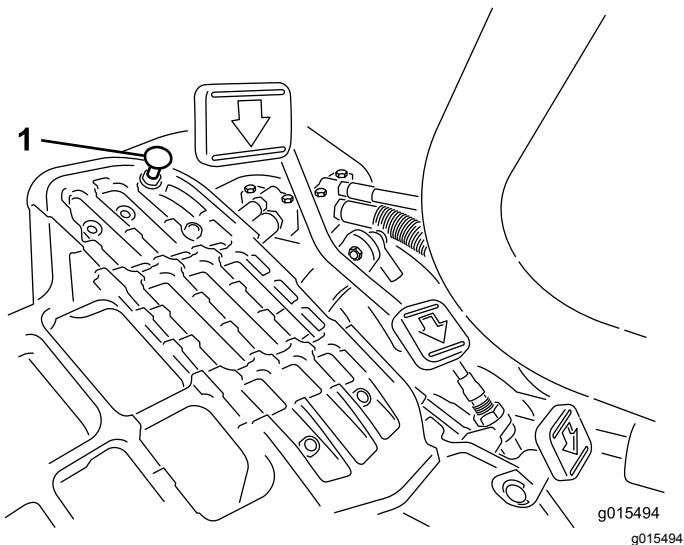

Bild 33
(Bild 33), bevor das Kabel gespannt ist, führen Sie folgende Einstellungsschritte aus:
1. Stellen Sie den Funktionsschalthebel in die TRANSPORT-Stellung lösen Sie die Sicherungsmutter, mit der der Pedalanschlag an der Bodenplatte befestigt ist (Bild 33).